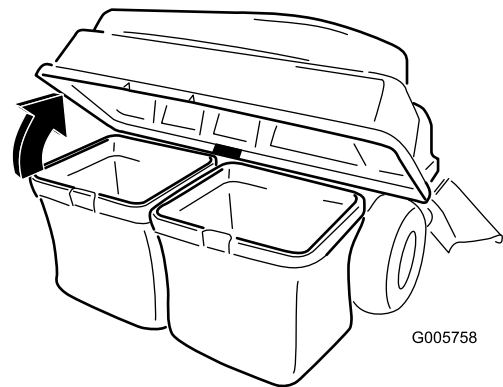

Figura 20
3. Otvorite (podignite) poklopac sakupljača (Figura 20).